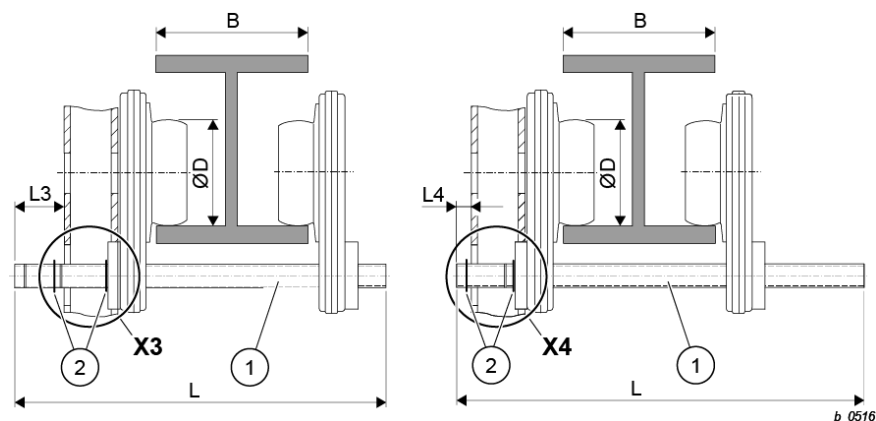

Fig. 69
- Utilizar un perno de conexión y un eje de transmisión adecuados para la zona del soporte "B" (véanse dimensiones Fig. 69 y Tab. 26).